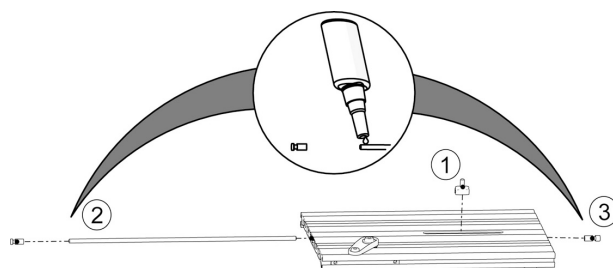

Bild 103. Applicera gänglåsning.
1. Skjut in gängstången i ryggstödsprofilen och gänga samtidigt på medbringaren (1). Se bild. 103.
2. Applicera gänglåsning (Loctite 2701) på gängstångens ändar och montera de två ändstyckena (2 & 3) på gängstången. Se bild. 103.